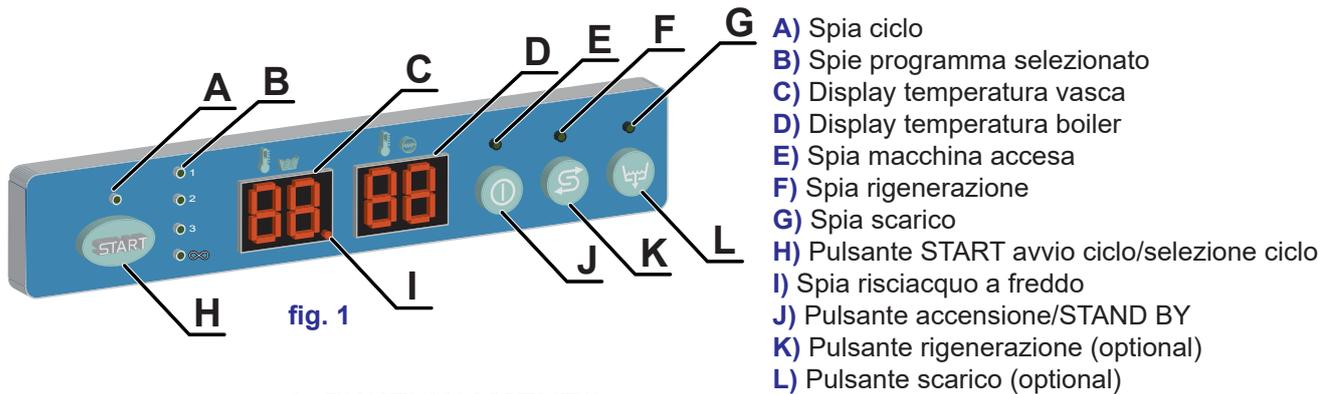

fig. 1
Tenere premuto il tasto **J** (vedi fig. 1).
- Per selezionare il ciclo di lavaggio (1, 2, 3, ∞) tenere premuto il tasto **H** (vedi fig. 1). Il display visualizza in sequenza i programmi disponibili.
• Avviare il ciclo premendo il tasto **H** per max 1sec (vedi fig. 1). L'avvio del ciclo viene segnalato dal lampeggio della spia ciclo selezionato. A fine ciclo la spia ritorna fissa e compare la scritta **END** sul display.
N.B.: La macchina non accetta altri cicli fino a che non viene aperta la porta o premuto per due volte il tasto **H** (vedi fig. 1). I cicli (1, 2, 3, ∞) sono pre-impostati dal costruttore.